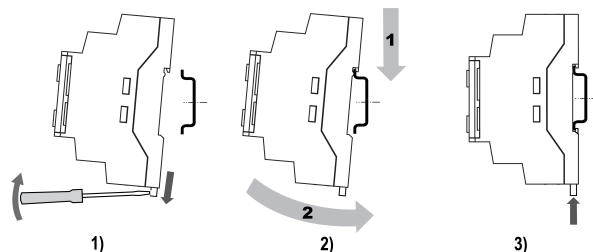

Рисунок 1 – Монтаж и демонтаж прибора
2. Вставив отверстие в проушину, оттянуть защелку (см. рисунок 1, 1). Прибор установить на DIN-рейку.
3. Прибор прижать к DIN-рейке (см. рисунок 1, 2, стрелки 1 и 2). Отверткой вернуть защелку в исходное положение.